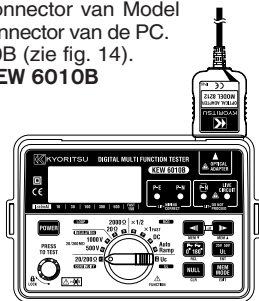

Fig 14
(1) Verbind de vrouwelijke D-SUB 9Pinsconnector van Model 8212 met de mannelijke D- SUB 9Pinsconnector van de PC.
(2) Verbind Model 8212 met de KEW 6010B (zie fig. 14).